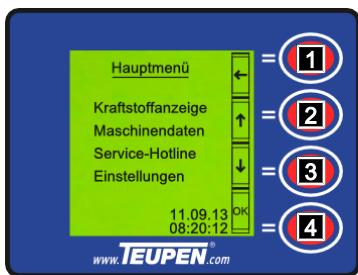

Abb. 82
1. Mit den [Funktionstasten] (Abb.82/2 und 3) ein Untermenü auswählen
2. Mit der [Funktionstaste] (Abb.82/4) in das ausgewählte Untermenü springen
3. Mit der [Funktionstaste] (Abb.82/1)